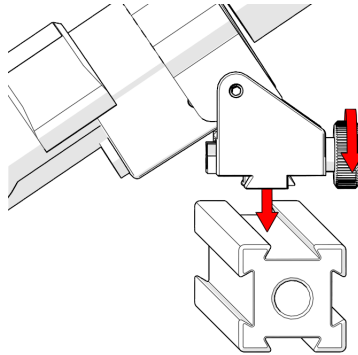

Abbildung 2-66 Montage auf der Rahmenleiste
2. Bringen Sie die Laserführung an der Rahmenleiste an und ziehen Sie den Laserführungsknopf fest (siehe Abbildung 2-66 auf Seite 93).